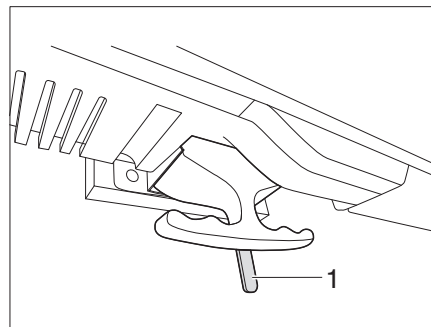

Fig. 142 Sbloccaggio dello schermo piatto
- Spingere la leva (Fig. 142,1) verso sinistra. L'arresto è sbloccato.
- Spingere la leva (Fig. 142,1) al centro. Lo schermo piatto è bloccato.